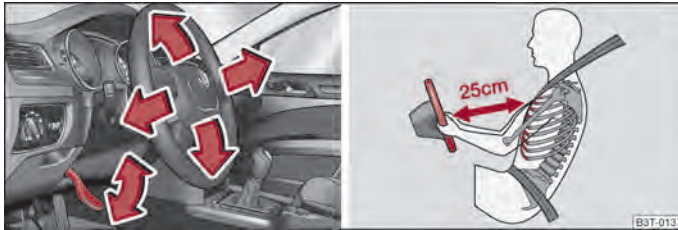

Abb. 114 Verstellbares Lenkrad: Hebel unter dem Lenkrad / Sicherer Abstand vom Lenkrad
- Schwenken Sie den Hebel unter dem Lenkrad nach unten ⇒ Abb. 114 - links ⇒ ⚠.
- Der Fahrer muss einen Abstand zum Lenkrad von mindestens 25 cm einhalten ⇒ Abb. 114 - rechts. Wenn Sie den Mindestabstand nicht einhalten, kann Sie das Airbag-System nicht schützen - Lebensgefahr!